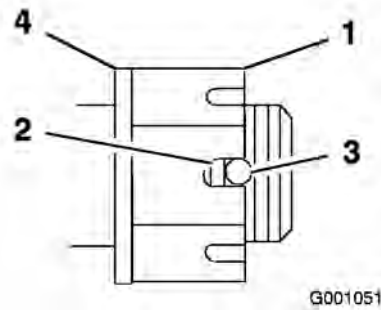

Figure 45
4. Serrez l'écrou crénelé à 170 Nm (125 pieds-livre) (Figure 45).
5. Mesurez l'espace entre la base de la fente de l'écrou et le bord intérieur du trou. On ne doit pas voir plus de deux filets (Figure 45).
7. Serrez l'écrou crénelé à 170 Nm (125 pieds-livre) (Figure 45).
8. Serrez l'écrou jusqu'à ce que la série de fentes suivante soit en face du trou de l'axe (Figure 45).